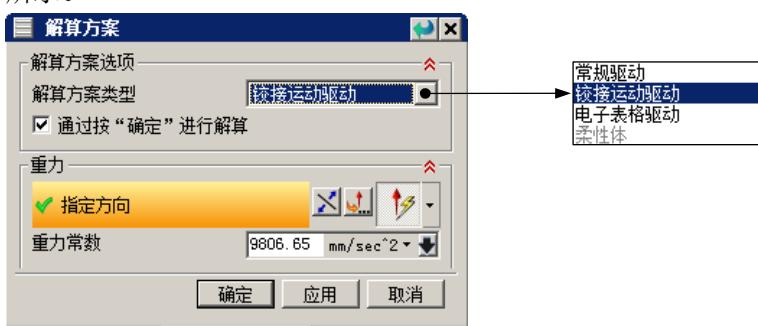

图 7.4.4 “解算方案”对话框
(1) 选择下拉菜单 **插入 (I)** → **解算方案 (I)...** 命令，系统弹出“解算方案”对话框；在 **解算方案类型** 下拉列表中选择 **铰接运动驱动** 选项，选中对话框中的 **通过按“确定”进行解算** 复选框，如图 7.4.4 所示。